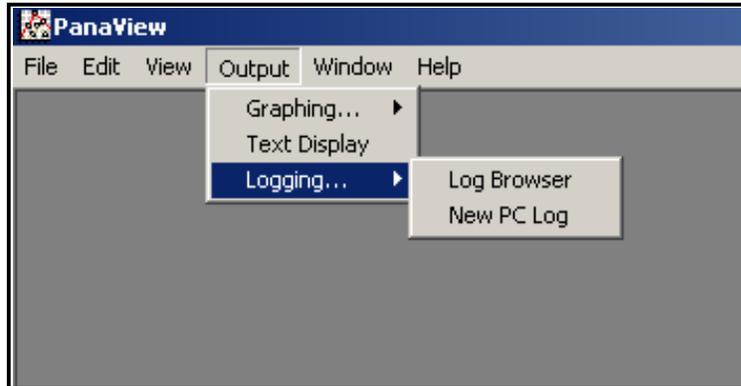

Figure 24 : Navigateur de journaux dans l'option Journal
1. Depuis PanaView, cliquez sur l'option *Journal* dans le menu *Sortie*. Puis cliquez sur l'option *Navigateur de journaux*, comme indiqué dans la Figure 24.